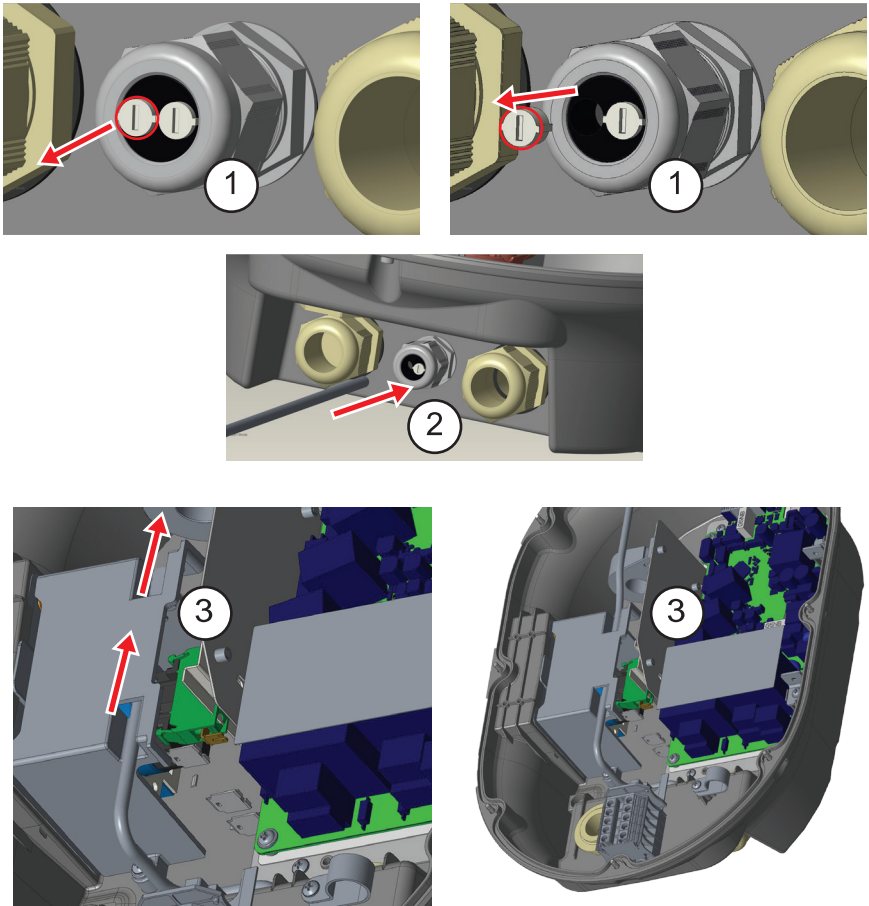

Abb. 11: Datenkabelanschluss
3. Führen Sie das Kabel durch die Öffnungen des Haltewinkels wie in Abb. 11 dargestellt.